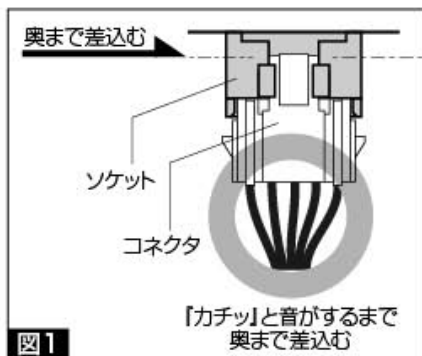
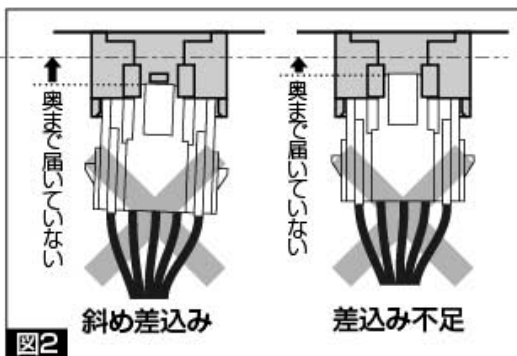

図1
図2
- コネクタを図1のように、しっかりと奥まで差込む。図2のように、奥まで差込まれていないと、作動しない場合があります。